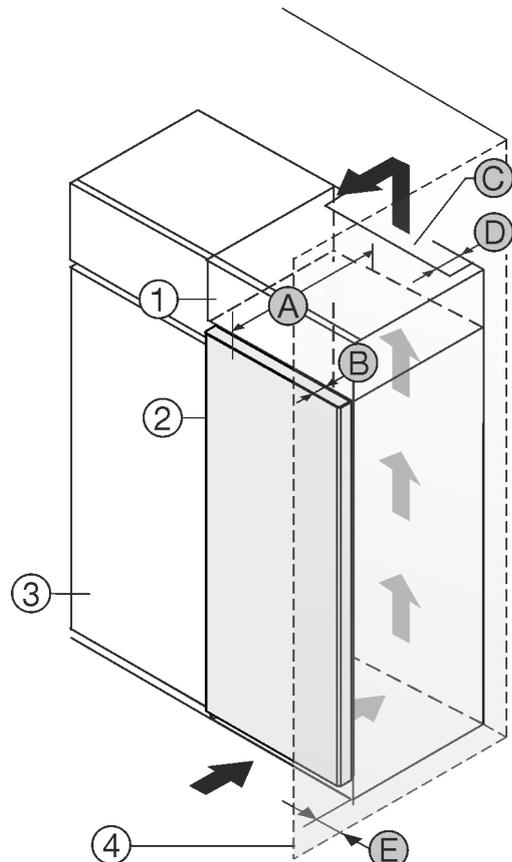

Fig. 1
Gerät direkt neben dem Küchenschrank Fig. 1 (3) aufstellen.
An der Rückseite des Aufsatzschrankes muss ein Abluftschacht mit der Tiefe Fig. 1 (D) über die gesamte Aufsatzschrankbreite vorhanden sein.
Unter der Raumdecke muss der Entlüftungsquerschnitt Fig. 1 (C) eingehalten werden.
Wenn das Gerät mit den Scharnieren neben einer Wand Fig. 1 (4) aufgestellt wird, muss der Abstand zwischen Gerät und Wand mindestens 13 mm betragen.
Wenn das Gerät mit den Scharnieren neben einer Wand Fig. 1 (4) aufgestellt wird, muss der Abstand zwischen Gerät und Wand mindestens 20 mm betragen.